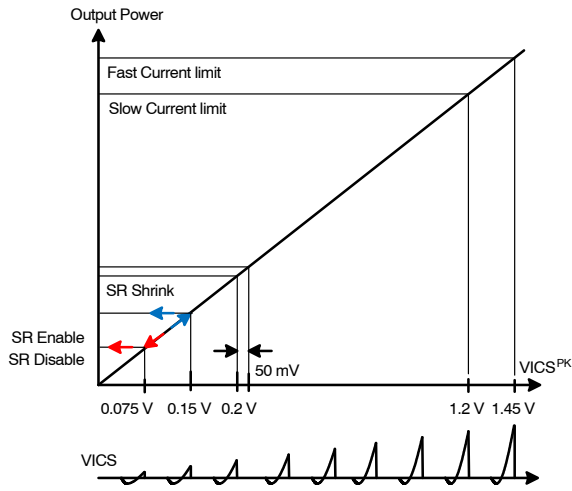
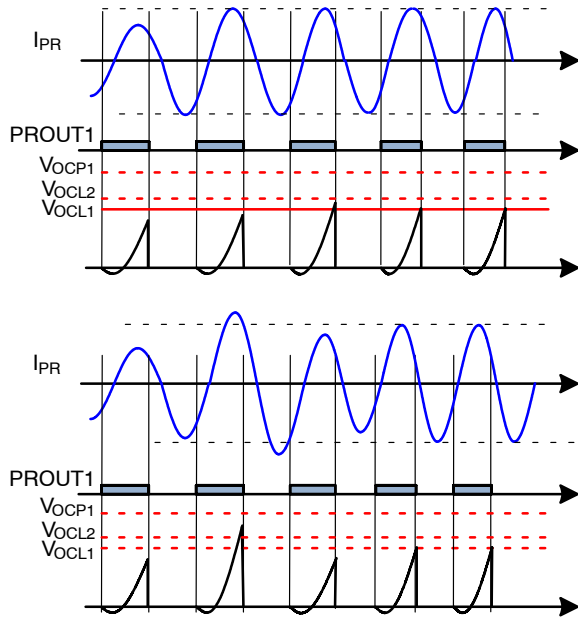
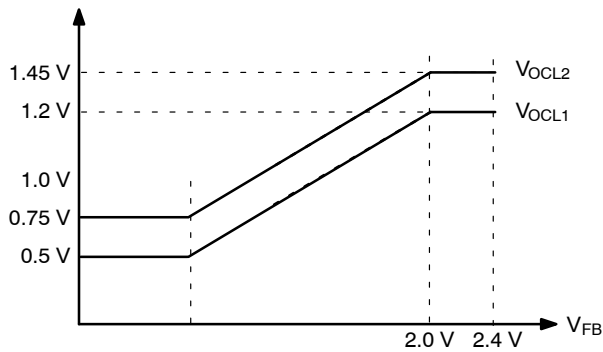

図 63. VICS ピーク電圧に関連した機能
図 64. 周波数シフト (補正電圧カットバック) による ICS ピンの電流制限
図 65. フィードバック電圧による電流制限しきい値の変調
電流センス電圧 (VICS) の積分値のピークは、LLC 共振コンバータの平均入力電流に比例するため、以下リストおよび、図 63 に示すように、4つの主要機能に使用されます。
3. 過電流制限：VICS のピーク値は入力電流制限にも使用されます。図 63 で示すように、異なる 2 種類 (高速、低速) の電流制限があります。軽度の過負荷状態により VICS のピーク値が上昇し、低速電流制限レベル (VOCL1) を上回ると、内部フィードバック補正電圧がゆっくりと引き下げられ、入力電力に制限がかかります。この制限は、VICS のピーク値が VOCL1 を下回るまで維持されます。より重度の過負荷状態では、図 64 に示すように、VICS のピーク値が高速電流制限しきい値 (VOCL2) を超え、内部フィードバック補正電圧は急速に引き下げられて、入力電力に制限がかかります。この制限は、VICS のピーク値が VOCL2 を下回るまで維持されます。VICS のピーク値での電流制限しきい値は、出力電圧センス信号 (VFB) の減少に伴い、図 65 に示すように、過負荷条件下で出力電流を制限するように変化します。これらの制限しきい値は、コンバータが長期のホールドアップ時間のため大幅に共振点以下となる周波数で動作をした場合、高い値 (VOCL1.BR と VOCL2.BR) に変化します (ホールドアップ時間ブースト機能を参照)。